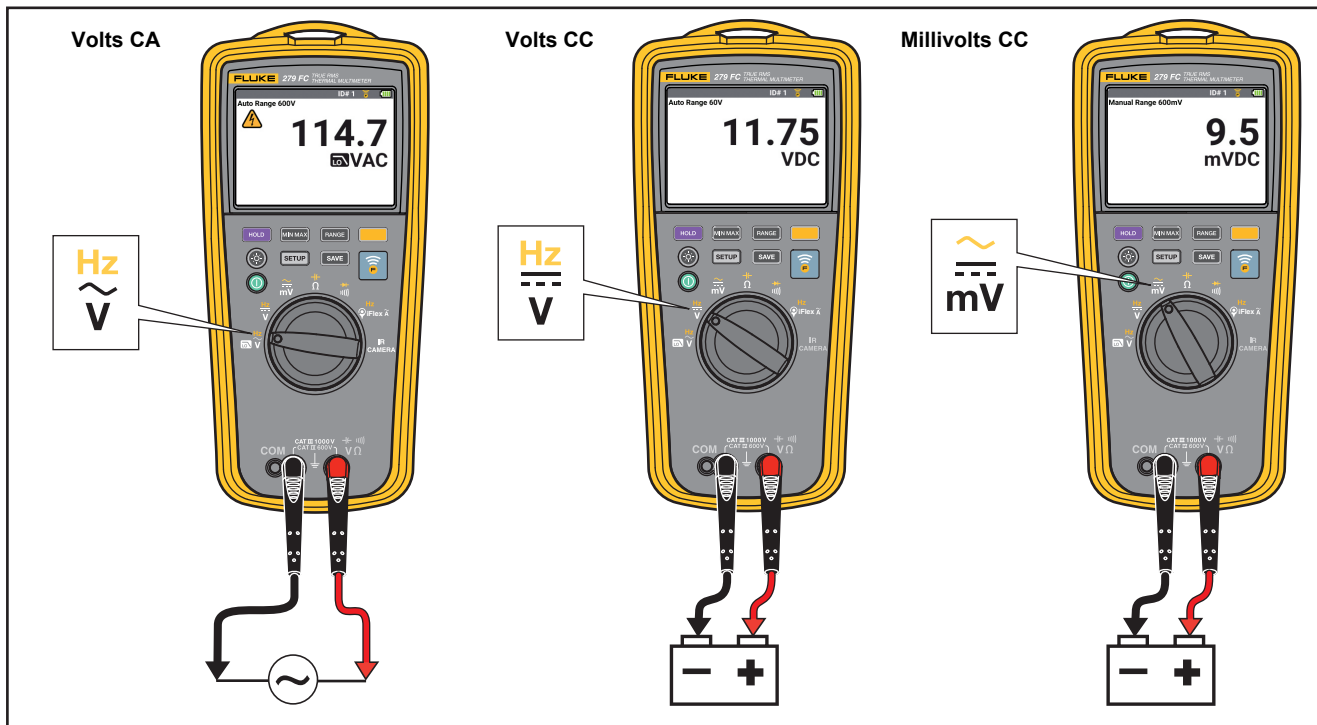

Figure 4. Mesures de tensions CA et CC
- Mesures de tensions CA et CC. Voir la Figure 4.
1. Placer le commutateur rotatif sur \tilde{mV} . Voir la Figure 4.